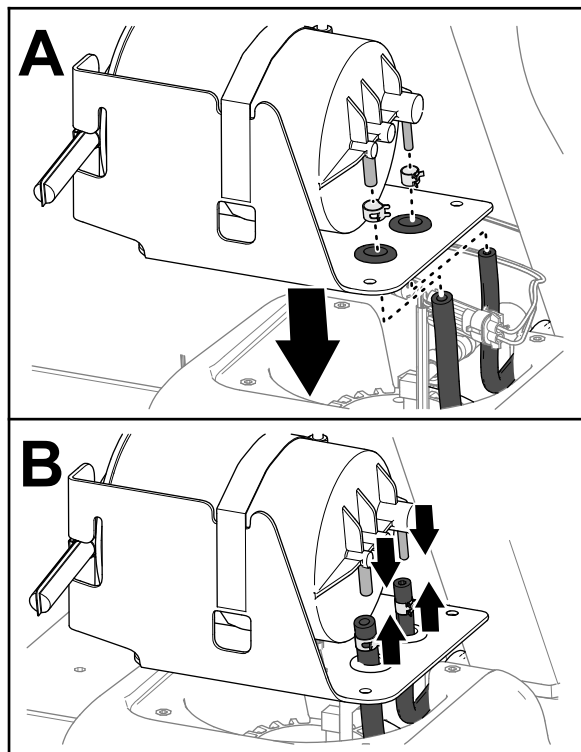

図 87
- カーボンキャニスタのハトメに燃料ホースを通す 図 87。
- ホースにホースクランプを嵌める 図 87。
- カーボンキャニスタのフィッティングTにホースを取り付ける 図 87。